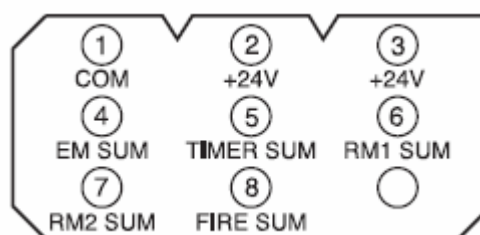

Рис.2
Разъем для подключения блока тревожной сигнализации Inter-M EP-9216. Распайка разъема дана на рис. 2.
4. Соедините блок тревожной сигнализации EP-9216 с разъемом 3 на задней панели контроллера ECS-9216 (рис.2).